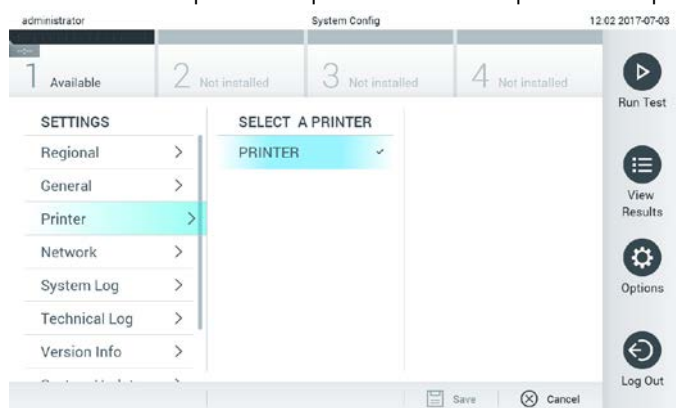

Figura 65. Selecionando uma impressora para o sistema.
3. Selecione uma impressora a partir da lista de impressoras disponíveis (Figura 65).